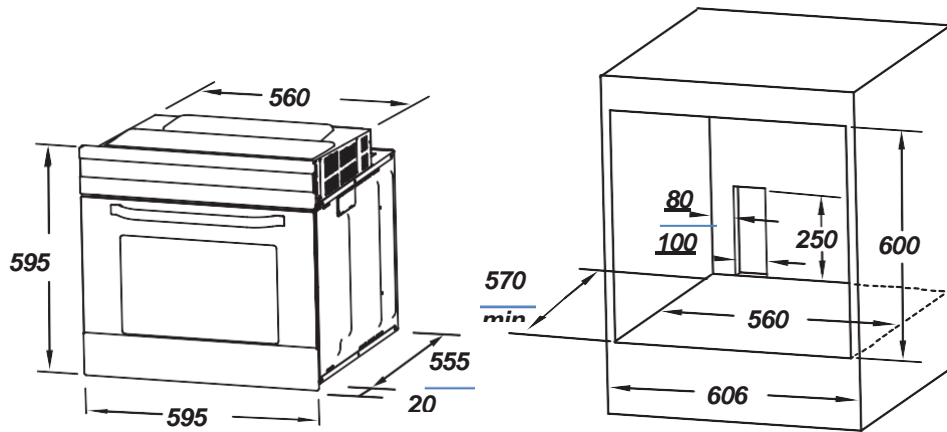

Fig. 1
7. Ouvrez la porte du four. Ouvrez le couvercle à charnières de la porte du four jusqu'à la position maximale (voir figure 1).